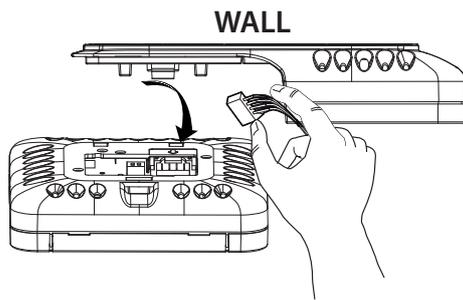

Fig. 8
- reinserrire il connettore a 4 poli (fig. 8);
- plug the 4-pin connector back in (Fig. 8);